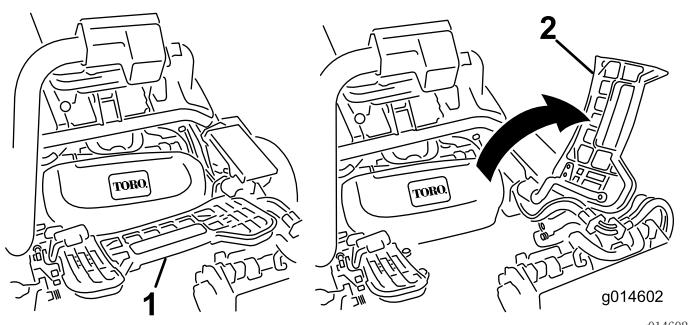

图11
- 如果安装中间滚刀组，应提起搁脚板向上翻，以便接触到中间滚刀组位置（图11）。